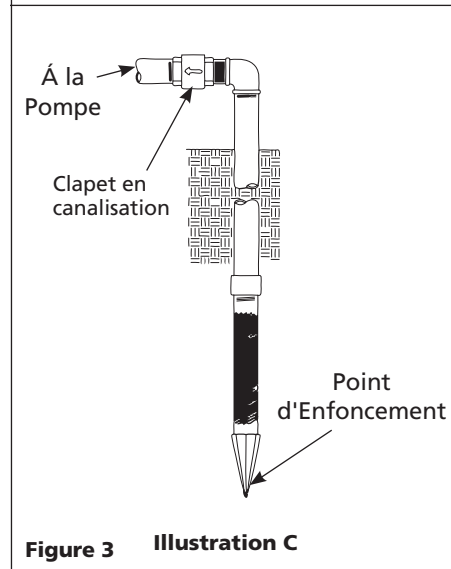

Figure 3 Illustration C
Un montage de pompe à jet pour puits de surface peut être utilisé avec la pompe pour puits profond si la pompe est située 7,62 m au vertical du niveau d'eau. Les installations pour puits de surface ont seulement un tuyau entre la pompe et la source d'eau (Figure 3).
1. Installer un clapet de pied sur la première section de tuyau (Figure 3, Illustration A).
**REMARQUE:** Un clapet de pied d'étanchéité peut être installé dans le puits (Figure 3, Illustration B). Ce type de clapet de pied permet que le puits se remplisse d'eau pendant l'amorçage et facilite la recherche des fuites. Respectez les instructions du fabricant pendant l'installation du clapet de pied d'étanchéité.
Alternativement, un clapet en canalisation peut être utilisé avec un puits creusé (Figure 3, Illustration C). Le tuyau entre le clapet et le niveau d'eau sera toujours à vide.